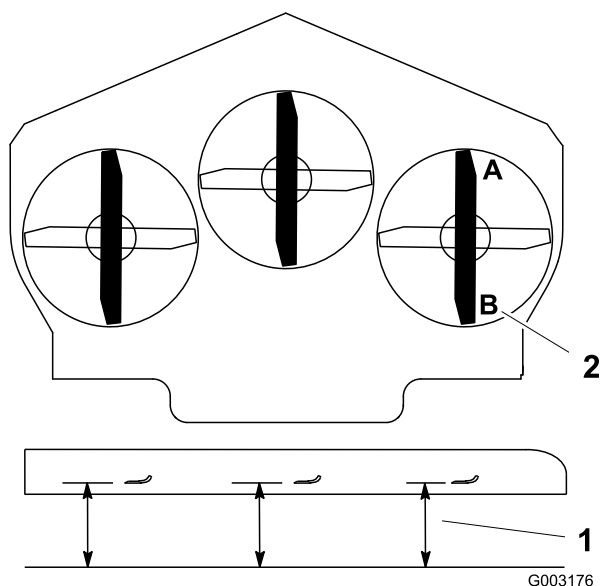

**Figura 79**
7. Si las medidas realizadas en las posiciones **B** o **C** no son correctas, afloje el perno que fija la cadena trasera al brazo de soporte trasero (Figura 79).
8. Afloje la contratuerca situada debajo del brazo de soporte trasero y ajuste el perno de ajuste hasta obtener una medida de 7,9 a 8,3 cm (Figura 79).
7. Afloje las contratuercas de pivote delantero, en la parte delantera de los pivotes derecho e izquierdo, unos 13 mm (Figura 79).
8. Ajuste las tuercas de elevación en el lado izquierdo y derecho de la máquina hasta obtener una distancia de 6 a 10 mm menos en la parte delantera en **A** que en la parte trasera, en **B** (Figura 79).